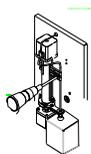

Рисунок 10-52 Открутите винт
7. Снимите удерживающий винт с помощью отвёртки, как показано на **рис. 10-52**.